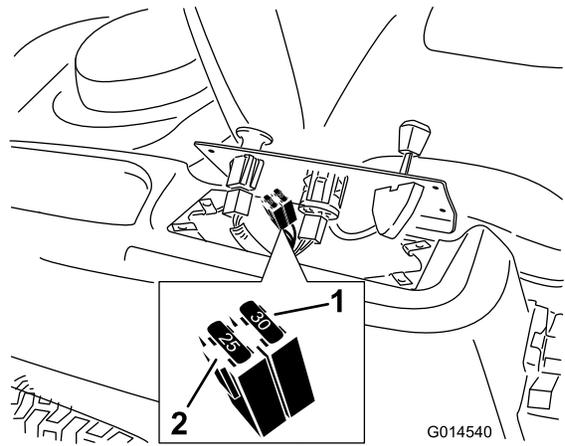

Bild 38
- Heben Sie das Armaturenbrett an, um an den Hauptkabelbaum und den Sicherungsblock zu gelangen (Bild 38).
- Ziehen Sie die Sicherung zum Wechseln heraus (Bild 38).